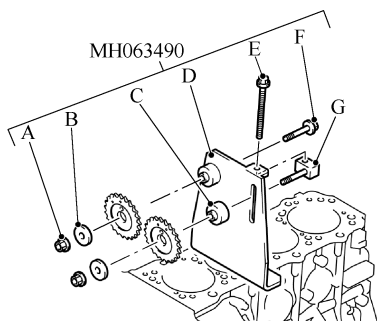

图 4-11 安装链轮固定器组件
1) 使用专用工具凸轮轴链轮固定器组件支撑凸轮轴链轮, 如图 4-11 所示。